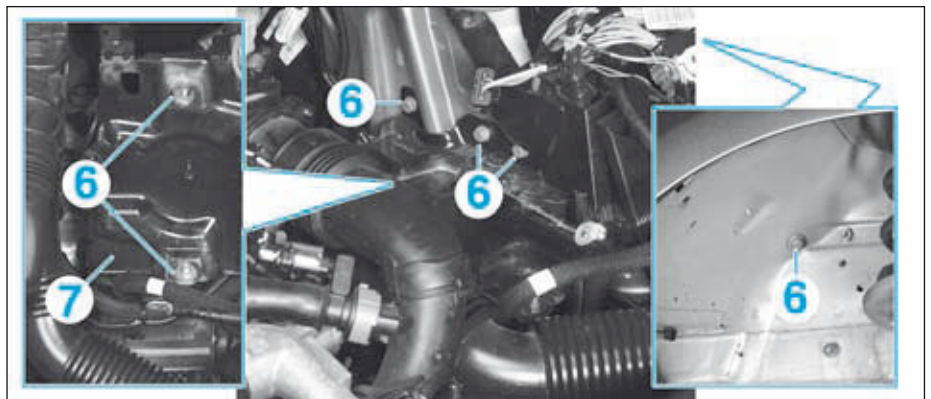

FIG.24
- Déposer les fixations (6) et le support de batterie (7) (Fig.24).